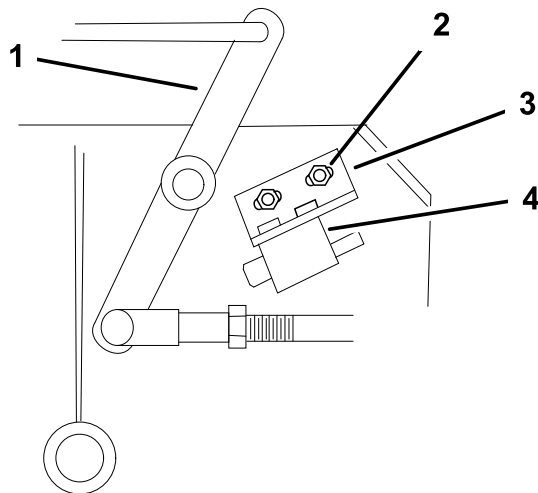

Figure 49
4. Le cas échéant, réglez le contacteur de sécurité des lames en desserrant les boulons de fixation du support du contacteur (Figure 49).
Remarque: Le levier coudé **ne doit pas** toucher le corps du contacteur, car celui-ci pourrait être endommagé (Figure 49).